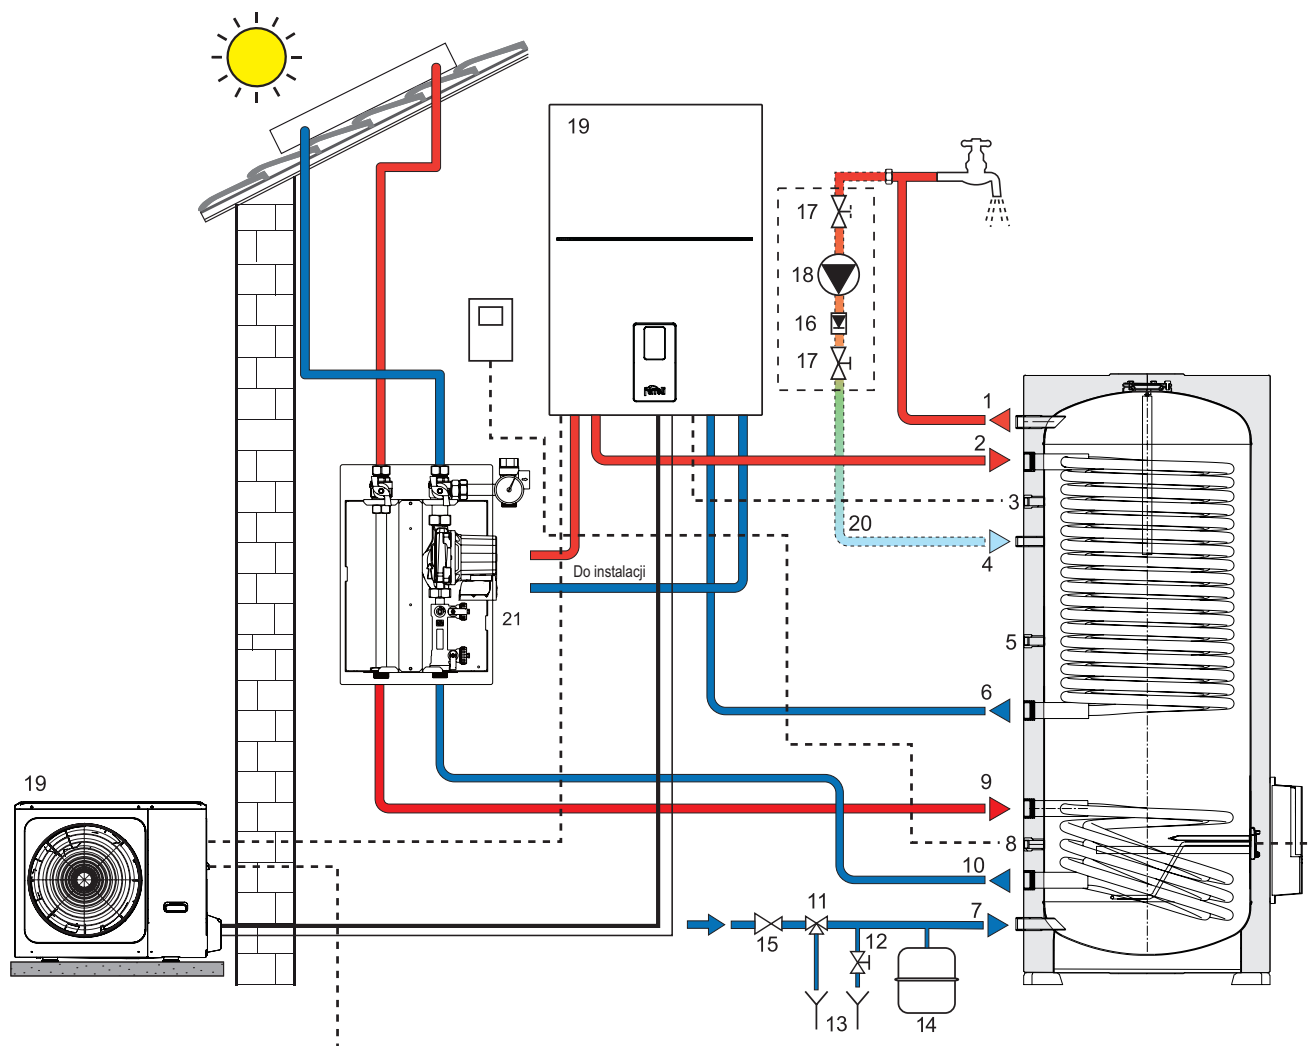

rys. 10 - Obieg wody ECOUNTIT HP 1C
- Aby opróżnić, zamknąć zawór pobierania wody z sieci, podłączyć wąż do przyłącza spustowego (niedostarczony w komplecie - poz. 12 na rys. 10 i rys. 11) przewidzianego podczas instalacji, a następnie doprowadzić drugi koniec węża do miejsca przewidzianego na spust zewnętrzny.